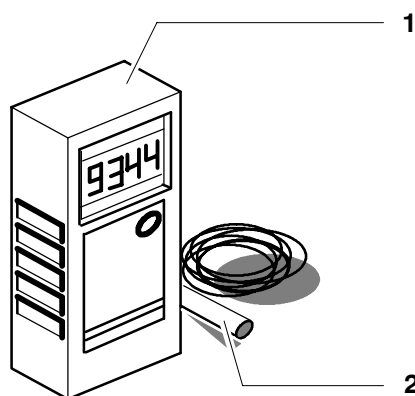

Fig. 109 Appareil de mesure de la tension de la courroie dentée
- (2) Mettre l'appareil de mesure de la tension de la courroie dentée (Fig. 109/1) en service.
- (3) Faire vibrer la courroie dentée et tenir le capteur (2) à environ 2 à 3 mm de la courroie qui vibre. Lire le résultat de la mesure sur l'appareil de mesure de la courroie dentée.
- (4) Répéter trois fois la mesure et déterminer la valeur moyenne.